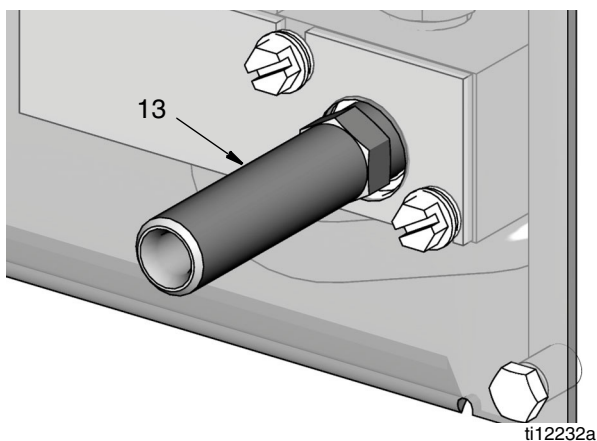

FIG. 19
- Instale el adaptador de unión roscada (13) al colector (14) a través de un orificio que se encuentra en la parte delantera del panel de aceite (FIG. 19).